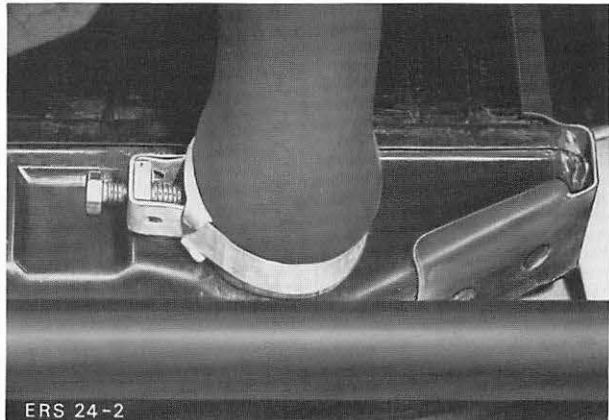

Abb. 189 Kühlerschlauch am Kühler befestigen
17. Kühlerschläuche anschließen, Abb. 189, und Kühlmittel einfüllen. Batterie-Massekabel anklemmen.